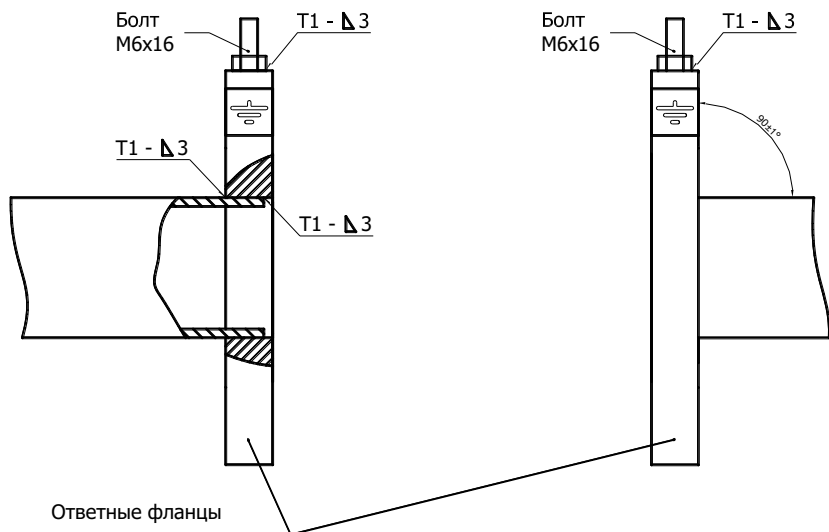

Рис. 8.5
8.3.4 К прямолинейным участкам трубопровода приварить фланцы в соответствии с ГОСТ12820-80, при этом угол между осью трубопровода и плоскостью фланца должен быть $90\pm 1^\circ$. Фланцы следует приваривать таким образом, чтобы после установки расходомера (ППР) ось электродов ППР лежала в горизонтальной плоскости (допустимое отклонение от линии горизонта $\pm 10^\circ$). При монтаже ответных фланцев необходимо приварить болт заземления к верхней части монтируемого фланца (см. рис. 8.5).
ВНИМАНИЕ!!! На датчики расхода, монтаж которых выполнен с нарушением требований ГОСТ 12820-80 (соединение труба-фланец), гарантийные обязательства не распространяются (см. Рис. 8.5а).
Рис.8.5а